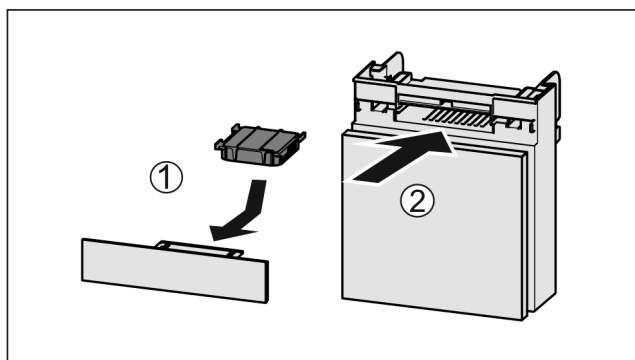

Fig. 130
- Filtr s aktivním uhlím vložte podle vyobrazení Fig. 130 (1).
- Zásuvku zasuňte Fig. 130 (2).